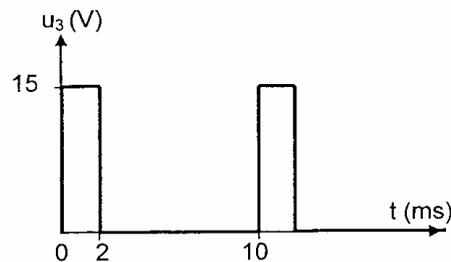

Figure 10
4.2.2 On applique à l'entrée du filtre une tension  $u_3$  dont on donne l'évolution temporelle **figure 10**.